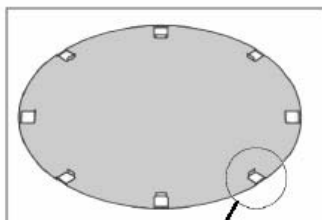

fig. 10
- g) Placez les plaques de base à distance égale les unes des autres tout autour du périmètre de votre fondation. Si vous utilisez les dalles de patio optionnelles, placez une plaque de base sur chaque dalle (Fig. 10).